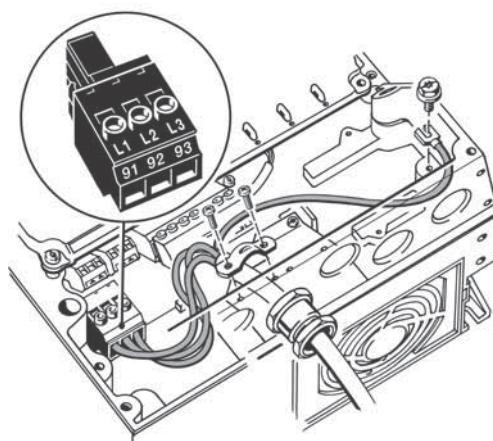

Fig. 12 Branchement secteur, A4 et A5
1. Brancher le conducteur de terre à la borne 95 (PE). Voir fig. 12.